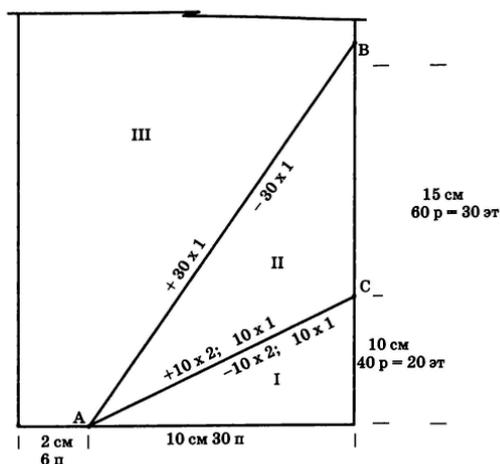

Рис. 58. Разносторонний треугольник, образованный краем полотна и двумя наклонными линиями
**Пример расчета и выполнения разностороннего треугольника** (рис. 58). Треугольник АВС образован краем полотна и двумя наклонными линиями — АС и АВ, параметры и расчет которых приведены в таблице 6.